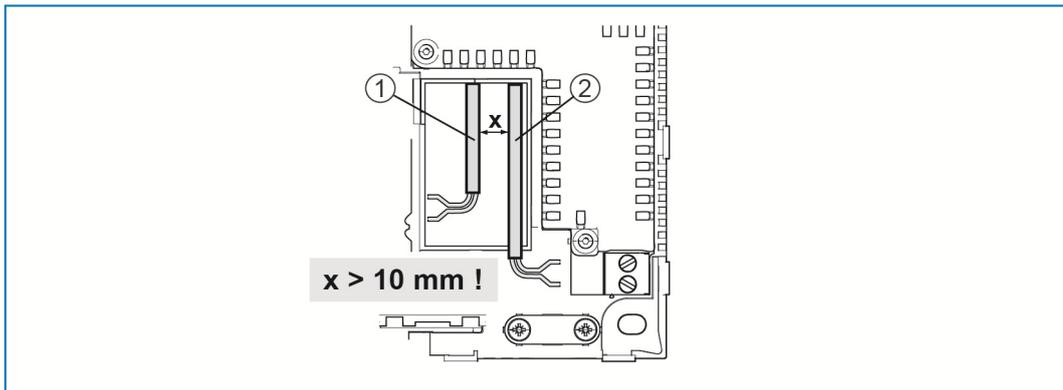

Fig. 4: Circuitos de corrente SELV
- » Observar que deve haver uma separação de espaço (> 10 mm) dos circuitos de corrente SELV com os outros circuitos de corrente (ver Fig. 4).